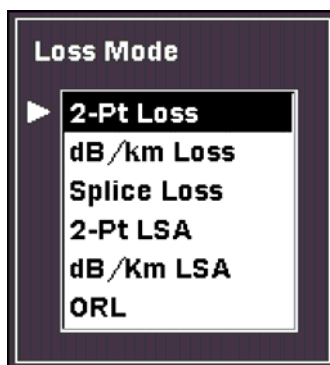

图4-17：损耗模式对话框
1. 按F3(损耗模式)，出现损耗模式设置对话框，图4-17